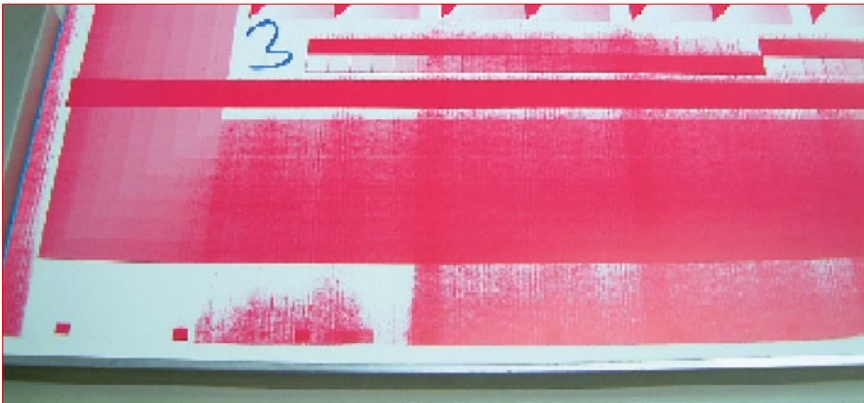

Abb. 3 (oben) und Abb. 4 (unten): Der Druck der Testform (oben) zeigt das deutliche Defizit im Farbwerk (unten) an.
- Verschmutzung und Kalkablagerungen im Farbwerk (Abb. 3 und Abb. 4)